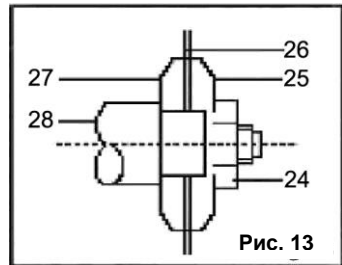

Рис. 13
- Двома гайковими ключами (поставляються в комплекті) послабити (лівостороння різьба) гайку (24, Рис.13)
Зняти зовнішній фланець (25, Рис.13), потім - ріжучий диск (26,)